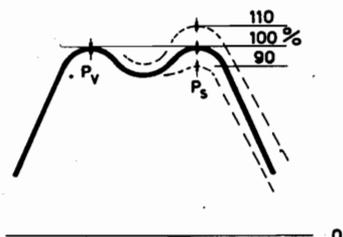
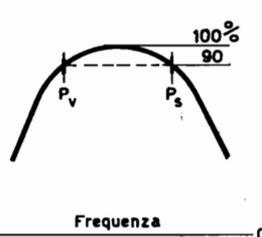

Fig. 1
Fig. 2
La taratura di ciascun canale va eseguita spostando le spire delle bobine L1 ed L3 sino ad ottenere le curve di fig. 1 oppure di fig. 2, operando nel modo seguente:
- Regolare l'accoppiamento (distanza) tra primario e secondario di L3 per la giusta larghezza di banda, ossia per la giusta inselciatura (fig. 1) oppure per un appuntamento della curva non eccessivo (fig. 2).